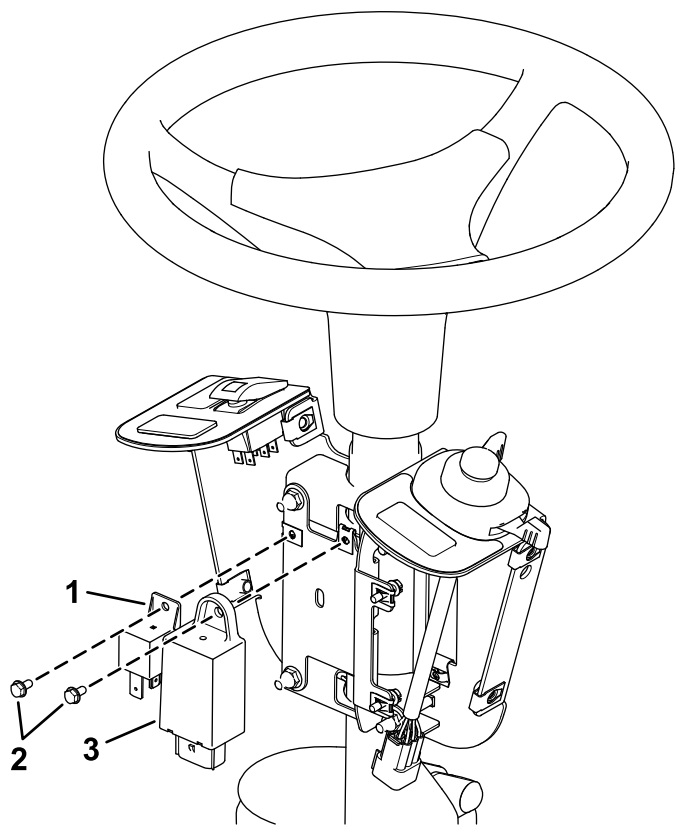

Figure 7
- Fixez la centrale clignotante et le relais sur la plaque de montage de fusible à l'aide de 2 vis (n° 10 x 3/8 po), comme montré à la Figure 7.